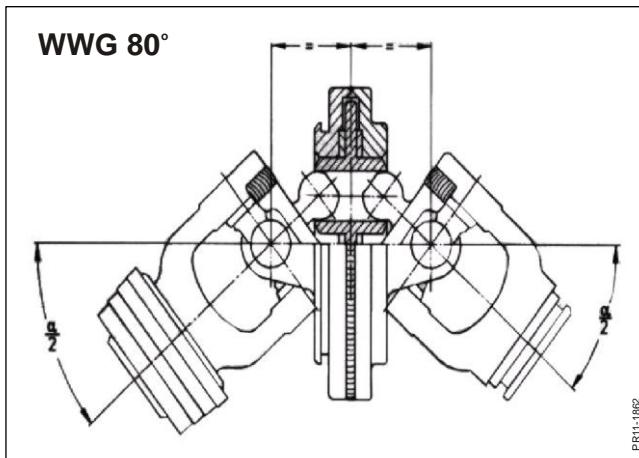

Fig. 3-12
**Fig. 3-12** Den valgte KO-aksel mellem traktor og læssevogn har et 80 graders vidvinkelled, der giver mulighed for at arbejde med stor afvinkling mellem traktoren og maskinens træk, samt at opretholde omdrejningstallet ved vendinger i marken. Vidvinkelleddet skal kobles til traktorens PTO udtag for at virke efter hensigten.